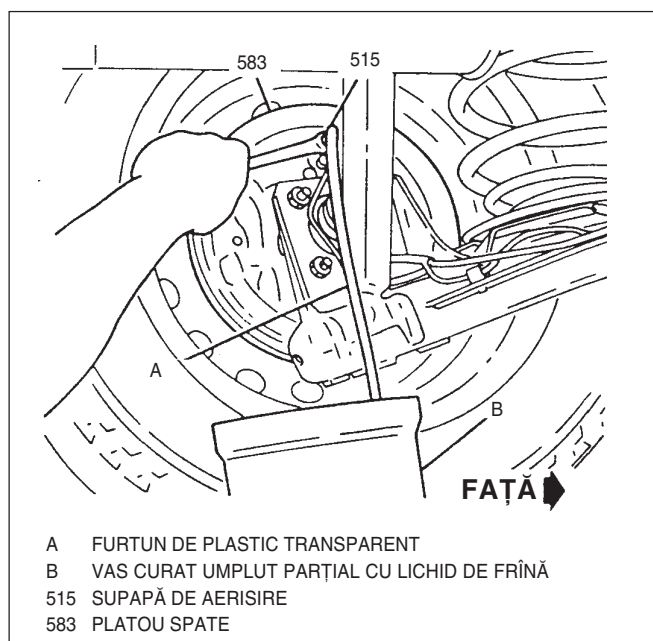

Fig. 14 Aerisirea cilindrului roții
10. Se aerisesc cilindrii roților și etrierii în ordinea de mai sus și urmînd procedura de mai jos (Fig. 14 și 15):
7. Se aerisesc cilindrii roților și etrierii în ordinea de mai sus și urmînd procedura de mai jos (Fig. 14 și 15):